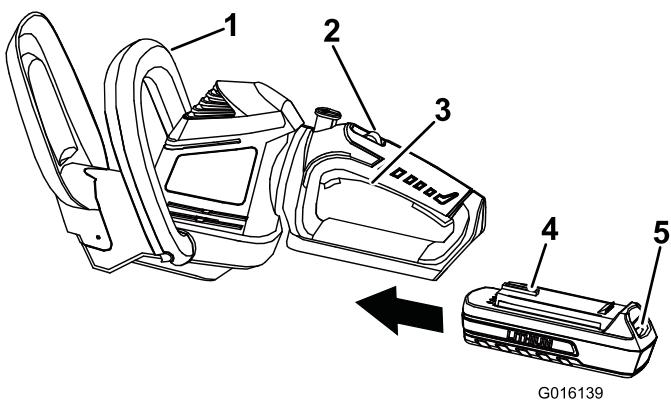

Figura 2
2. Alinee la lengüeta de la batería con el hueco correspondiente de la carcasa de la empuñadura (Figura 2).
3. Sujete la empuñadura con gatillo (Figura 2).
- Coloque una mano en la empuñadura con gatillo. Coloque la otra mano en la empuñadura auxiliar (Figura 2).
- Deslice el interruptor de bloqueo hacia atrás, hacia usted, luego apriete el gatillo para encender el cortasetos (Figura 2). El cortasetos permanecerá encendido mientras se apriete el gatillo. Puede soltar el interruptor de bloqueo una vez que el cortasetos esté funcionando (Figura 2).
- Suelte el gatillo (Figura 2).